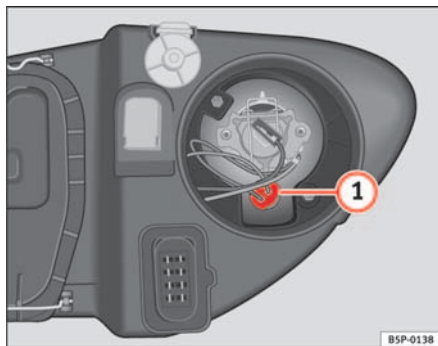

Fig. 180 Luz de presença
- Extrair o porta-lâmpadas ⇒ fig. 180 ① para fora.